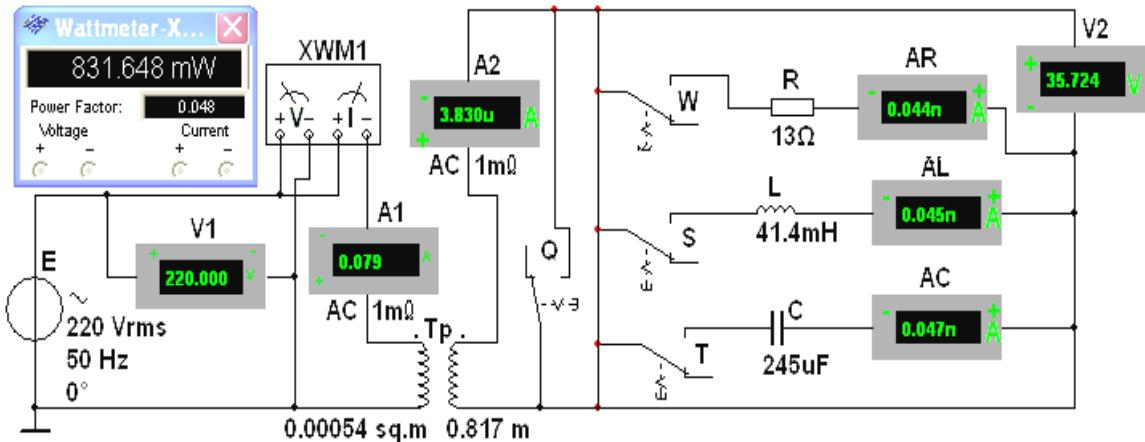

Рис.2
1. Собрать схему, изображенную на рис.2
- установить ЭДС источника напряжения  $E = U_k = u_k U_{1u} / 100$ ; нажать на клавишу Q клавиатуры, т. е. замкнуть накоротко вторичную обмотку трансформатора, и запустить программу MS10 (см. рис. 2). Данные измерений занести в табл. 2;